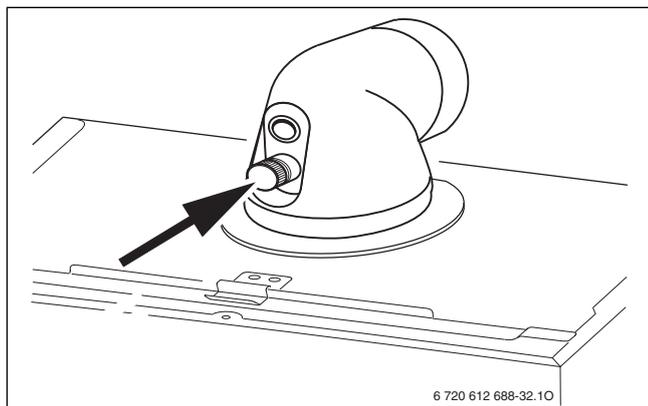

Fig. 53
- ▶ Rimuovere il tappo dalle prese di analisi combustione (→ fig. 53).